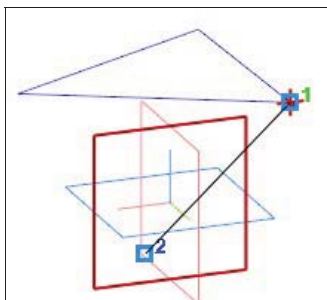

Рис. 22.3 Редактирование построенного отрезка по длине и углу в плоскости
- ◆ после задания конечной точки отрезок создается автоматически (рис. 22.3). Когда отрезок создан, в **Дереве** модели появляется элемент с соответствующей пиктограммой;